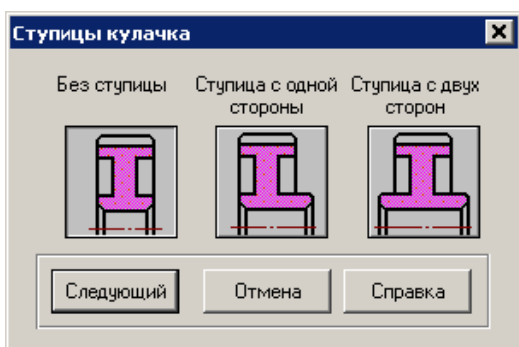

Рис. 3.16 Окно выбора типа ступицы.
- Выбор типа ступицы кулачка (рис. 3.16).